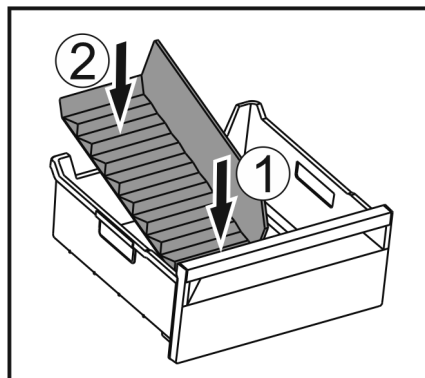

Fig. 171
- Sett inn den fremre delen av isrom-deleren. Fig. 171 (1)
- Senk den bakre delen av isrom-deleren til bunnen av skuffen. Fig. 171 (2)